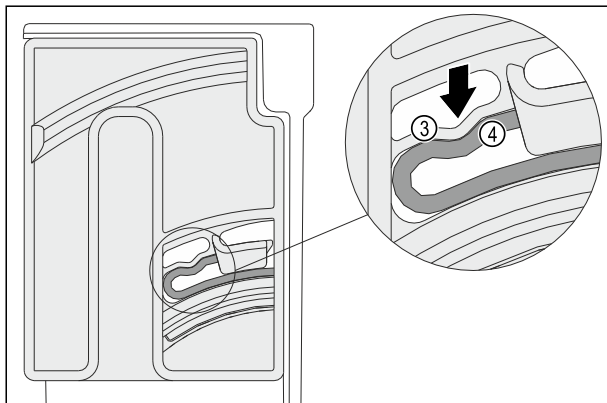

Fig. 121
- Elastisch element Fig. 121 (3) van de draai-eenheid vergrendelt hoorbaar in de ronde vorm van de rib Fig. 121 (4).